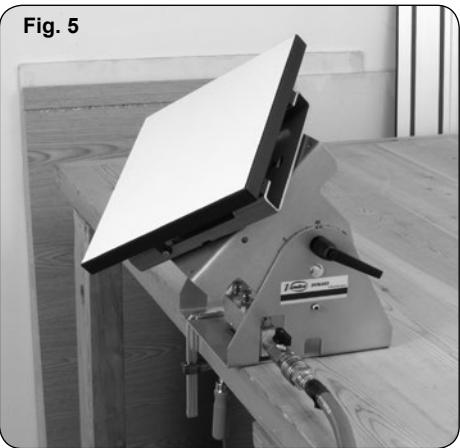

Fig. 6
- Si desea que la sujeción del soporte SVN450 sobre el lugar de trabajo sea también neumático puede montar un sistema SVN250 adicional en los taladros de que dispone la base del soporte principal y conectar la entrada de aire de la nueva unidad a uno de los conectores libres del distribuidor (Fig. 6).
- If you also wish to pneumatically clamp the SVN450 support onto the work area, you may mount an additional SVN250 system, using the holes found on the main support base and connecting the air intake on the new unit to one of the free connectors on the distributor (Fig. 6 - 6.1).
- Pour que le serrage de l'unité SVN450 sur le plan de travail se fasse également par le vide, il est possible de monter un autre plateau à vide SVN250 dans les orifices de la base de l'unité principale et de brancher l'entrée d'air du nouveau plateau sur l'un des embouts disponibles du tiroir de distribution (Fig. 6 - 6.1).